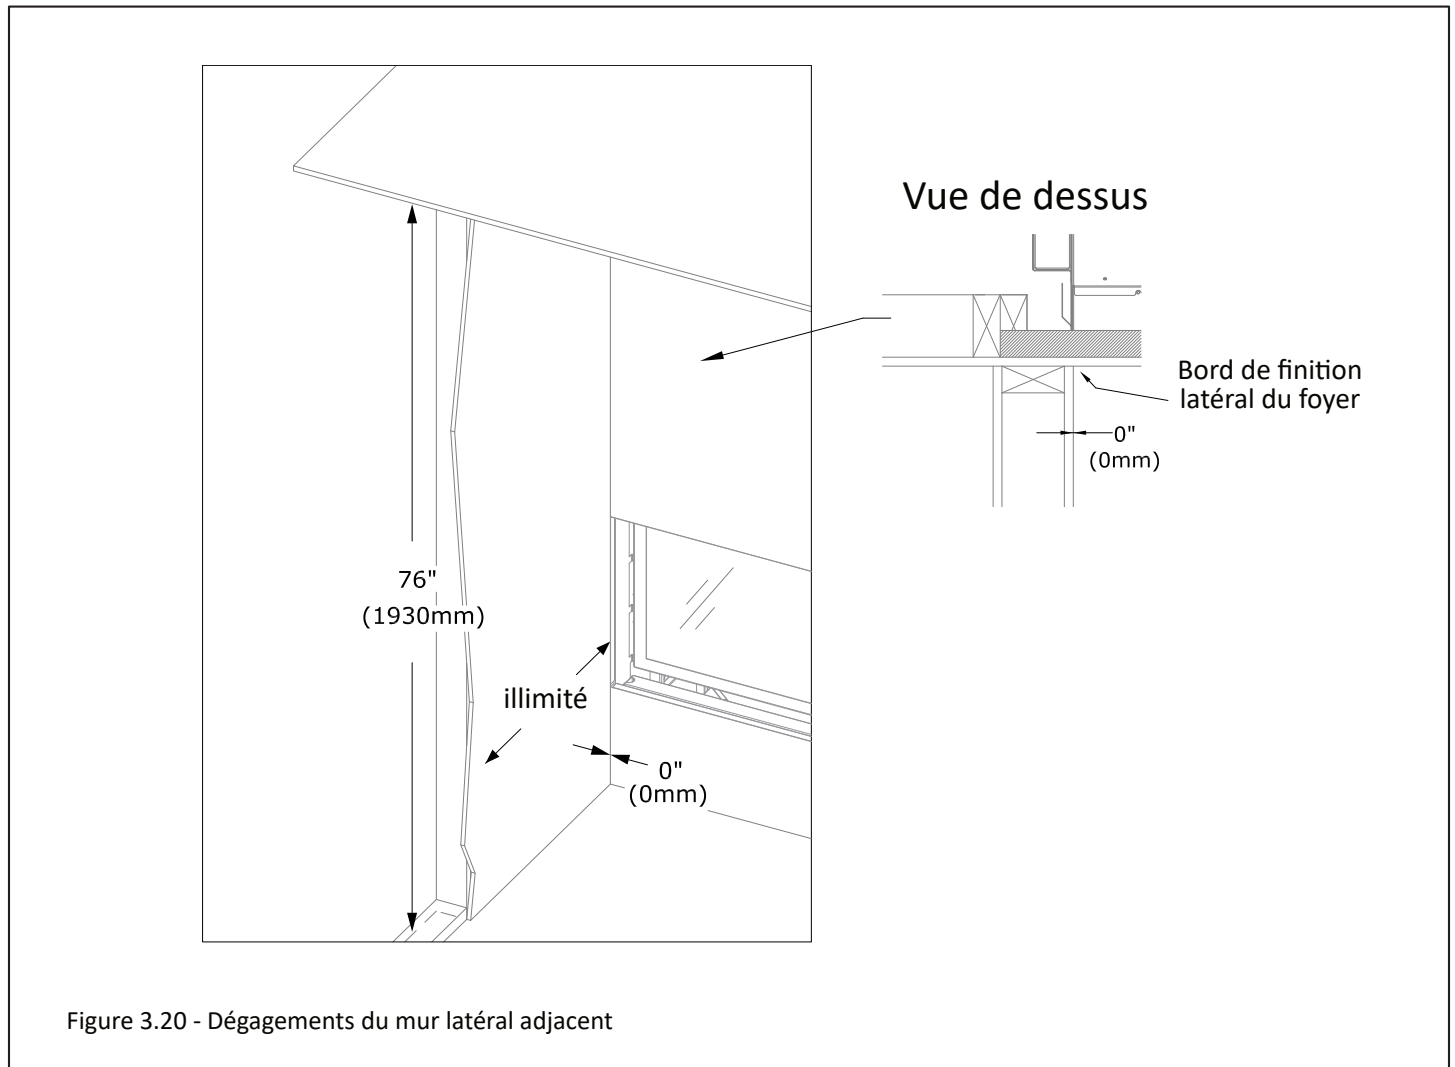

Figure 3.20 - Dégagements du mur latéral adjacent
- Montants (piédroits) du manteau: Voir «Dégagement au mur latéral combustible» (ci-dessous) et la Figure 3.20.
- Dégagement au mur latéral combustible: Un mur latéral adjacent combustible ayant une projection illimitée peut commencer à 0 po (0 mm) du bord de finition latéral du foyer, si vous n'installez aucun contour en option. Voir la Figure 3.20.
- La Figure 3.20 montre que la projection d'un mur latéral adjacent combustible est illimitée et peut commencer à 0 po (0 mm) du bord de finition latéral du foyer. Si vous installez un contour en option sur l'ouverture du foyer, vous devez prévoir les dégagements nécessaires. Pour plus d'information, voir la Section 3.1.1.